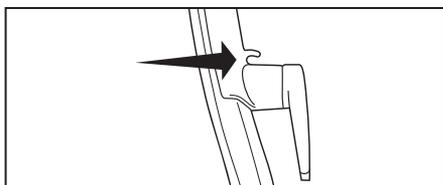

Fig. 3
- Puis fixez le cordon sous le guide-câble au-dessus du crochet du cordon supérieur. (Fig. 3).